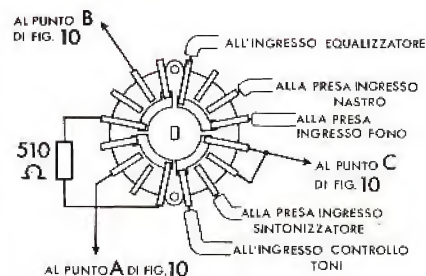

Fig. 11 - Cablaggio del commutatore. Il disegno raffigura una sola sezione.
\* VEDI FIG. 11
- R4 = 4 resistori da 510  $\Omega$  - 1/2 W - 5% montati su ogni settore del commutatore come indicato in fig. 11